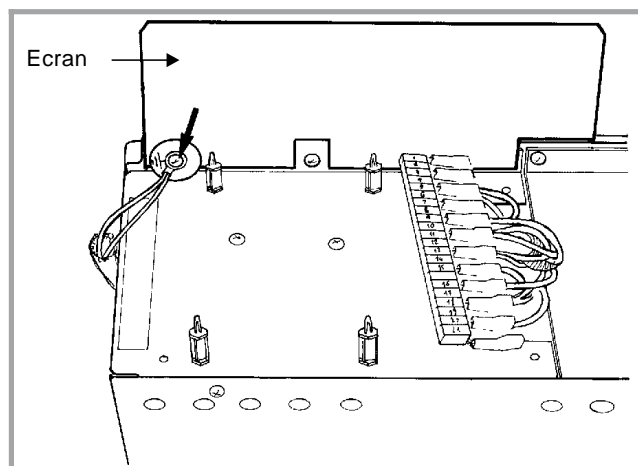

Fig. 16 - Ecran thermique
- fixer l'écran thermique sur le carter supérieur (fig. 16).